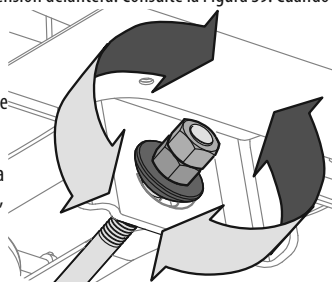

Figura 39
- Para *elevare* frente de la plataforma, afloje la tuerca exterior y luego apriete (rosca hacia adentro) la tuerca contra el soporte de suspensión delantera. Consulte la Figura 39. Cuando se logre el torque correcto, vuelva a apretar la tuerca exterior hasta 25-30 pies-libras (34-40.7 N-m).
- Para *bajar* el frente de la plataforma, afloje la tuerca exterior y luego afloje (rosca hacia afuera) la tuerca interior, alejándola del soporte de suspensión delantera. Consulte la Figura 39. Cuando se logre el ajuste correcto, vuelva a apretar la tuerca exterior.